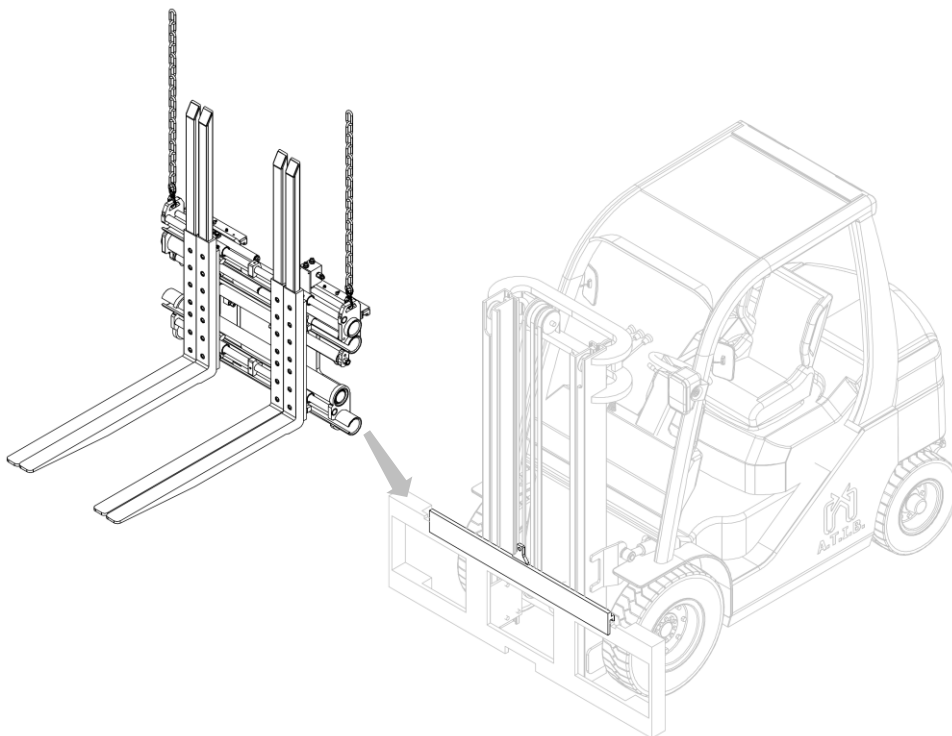

Abbildung 5
9. Hängen Sie jetzt das Gerät an den oberen Anschlagpunkten und mit einem Brückenkran oder Flaschenzug korrekt an den Doppelhaken ein (siehe *Abbildung 5*).